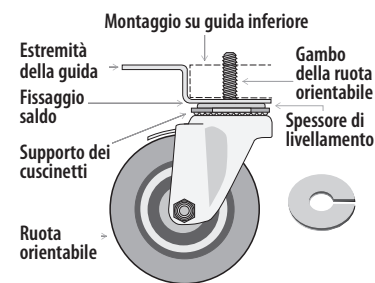

Fig. 7. Schema ruota orientabile.
3. Infilare le ruote orientabili nella guida del telaio o sul nel fondo dell'apparecchio. Vedere fig. 7 e 8.